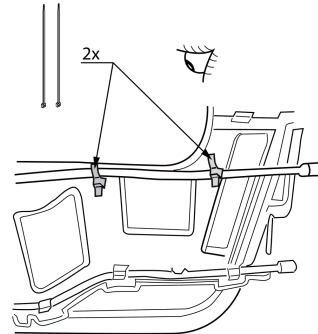

Fig. 2
11. Внимание! Если имеется/имеются: Снять указанные детали. См. рисунок 2.